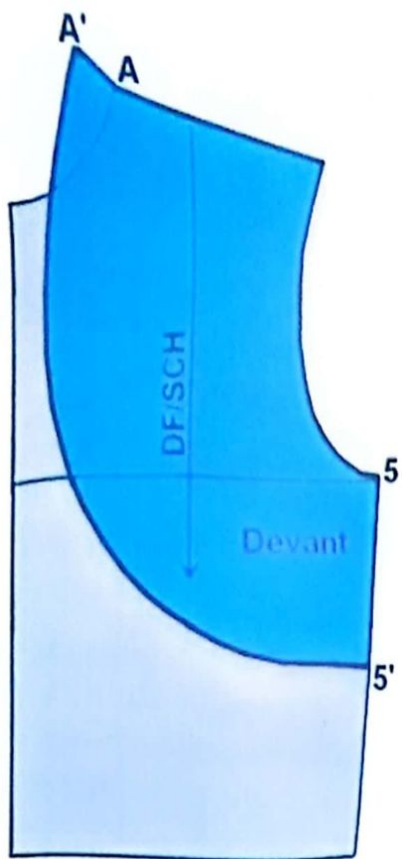

FIG. 1
- $A-A' = 2$  à  $3$  cm, prolongez la ligne de l'épaule sur l'encolure en la remontant de  $2$  cm comme indiqué sur le schéma (fig.1).